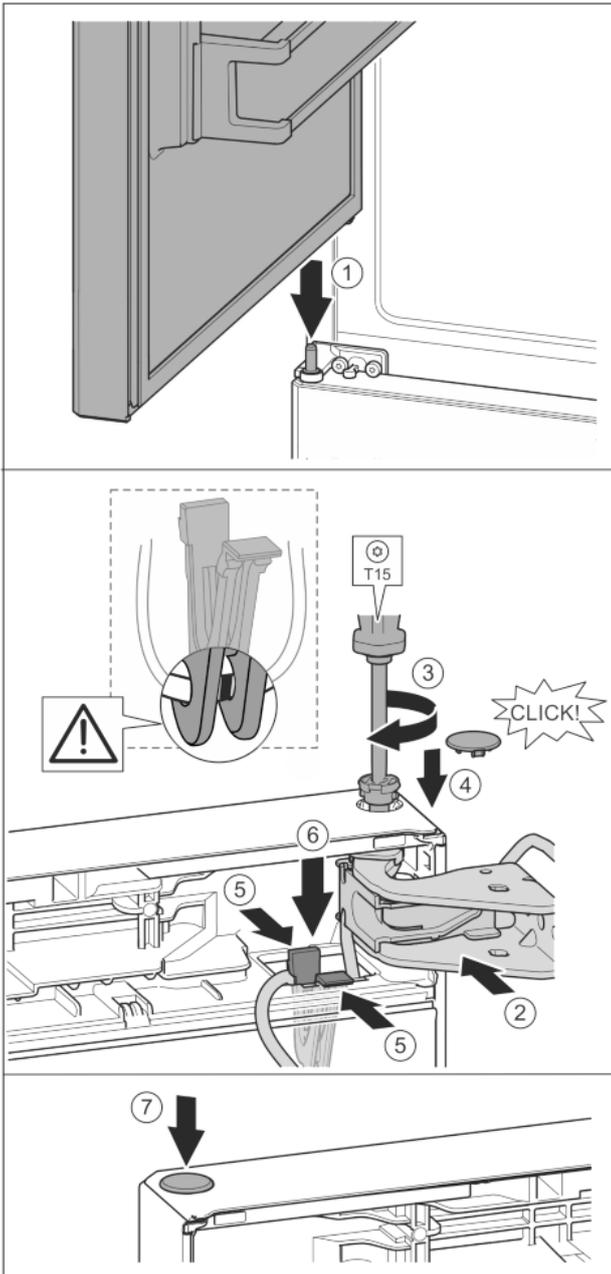

Fig. 37
- ▶ Obere Tür auf mittleren Lagerbolzen setzen *Fig. 37 (1)*
- ▶ Tür oben zur Öffnung im Lagerbock ausrichten. *Fig. 37 (2)*
- ▶ Bolzen einsetzen und mit Schraubendreher T15 festschrauben. *Fig. 37 (3)*
- ▶ Sicherungsabdeckung zur Sicherung der Tür montieren: Sicherungsabdeckung einsetzen und kontrollieren ob sie auf der Tür aufliegt. Ansonsten Bolzen vollständig einsetzen. *Fig. 37 (4)*
- ▶ Halter mit daran befestigtem Kabel in Öffnung einsetzen. *Fig. 37 (5)*
- ▶ Halter nach unten drücken bis die Lasche einrastet. *Fig. 37 (6)*
- ▶ Stopfen einsetzen. *Fig. 37 (7)*